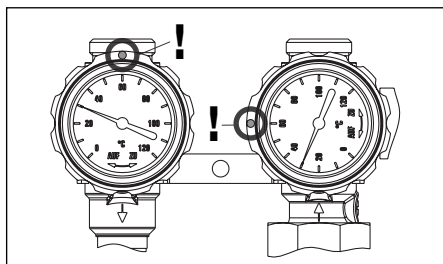

Abb. 6.14 Kugelhahnstellung Befüllen
2. Stellen Sie die Kugelhähne der Solarstation jeweils in die Position wie in Abb. 6.14 abgebildet (Winkelstellung des Thermometergriffes im Vorlauf: 0°, Rücklauf: 90°)